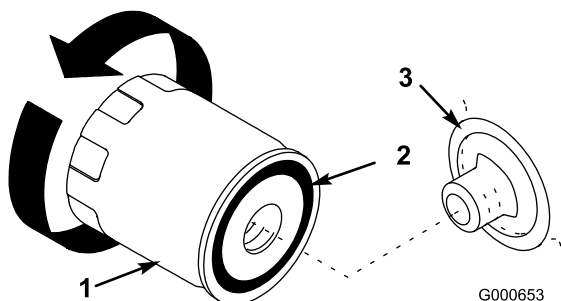

Figura 22
- Retire el filtro usado y limpie con un paño la superficie de la junta del adaptador del filtro (Figura 22).
- Aplique una capa fina de aceite nuevo a la junta de goma del filtro nuevo (Figura 22).
- Instale el filtro de aceite nuevo en el adaptador del filtro. Gire el filtro en el sentido de las agujas del reloj hasta que la junta de goma entre en contacto con el adaptador del filtro, luego apriete el filtro media vuelta más (Figura 22).